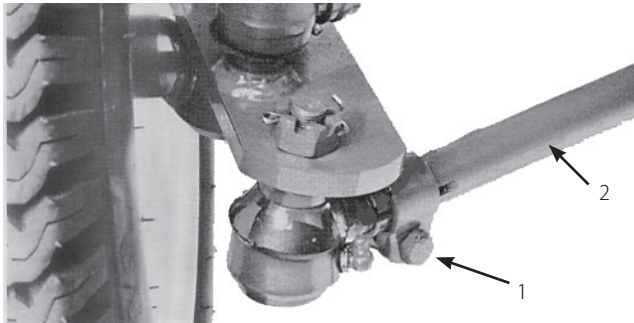

図 48
2. 両方のタイ・ロッドの端についているクランプをゆるめる (図48)。